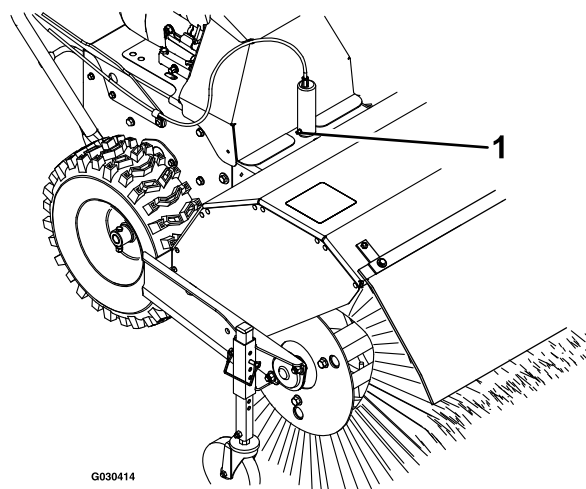

Figura 20
1. Lubrique el acoplamiento del pasador de bloqueo del ángulo del cepillo con grasa de litio N° 2 (Figura 20).